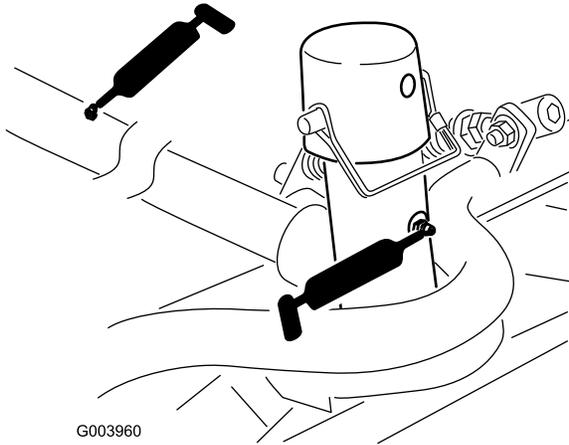

Bild 45
- Schneideeinheitträgerahmen und Drehzapfen (2 Stück) (Bild 45)